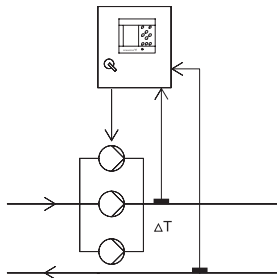

Рис. 11 Перепад температур
- Перепад температур, см. рис. 11.